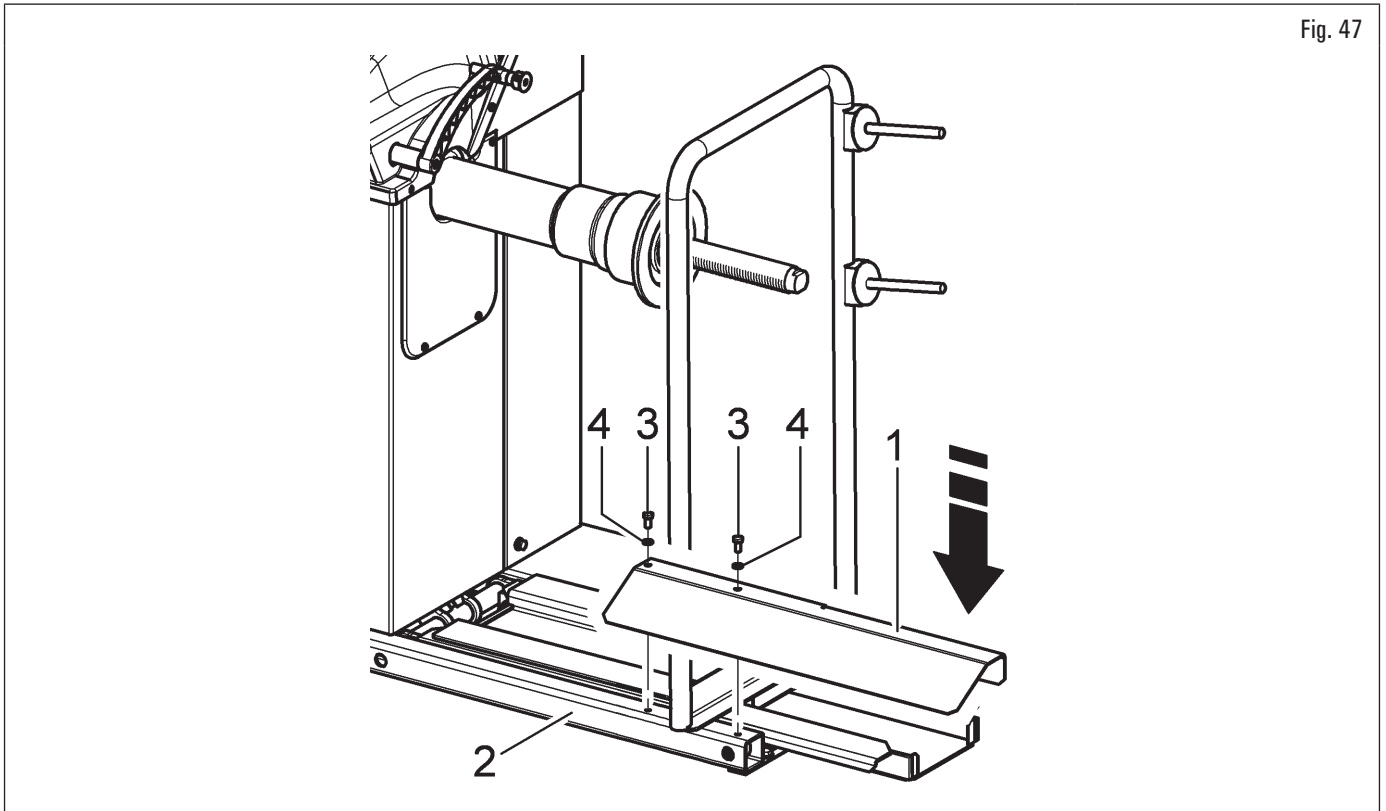

Fig. 47
Fijar el rodapié de protección (Fig. 47 ref. 1) en la base del elevador (Fig. 47 ref. 2) con los tornillos (Fig. 47 ref. 3) y las arandelas (Fig. 47 ref. 4) entregados en dotación.